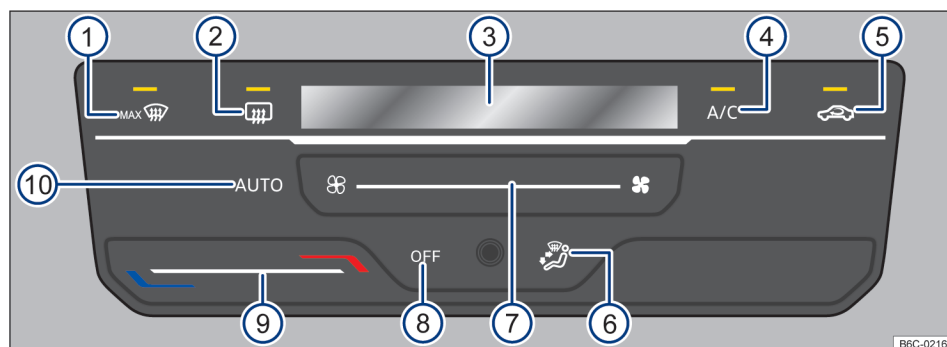

Fig. 82 Mandos del Climatronic.
- *Climatronic*: toque la superficie funcional OFF → fig. 82 (8).
Tocando la superficie funcional  → fig. 82 (10) se puede encender el modo automático del Climatronic.
El modo automático garantiza temperaturas constantes dentro del vehículo. La temperatura del aire, el volumen de aire y la distribución de aire se regulan automáticamente. El funcionamiento automático se apaga cuando la ventilación se cambia manualmente → fig. 82 (7) o cambiando la distribución del aire a través de la superficie funcional → fig. 82 (6).
- *Climatronic*: toque el botón de función  → fig. 82 (4) para encender y apagar la operación de enfriamiento.
- *Climatronic*: deslice el dedo debajo de la botón de función → fig. 82 (9).
En la pantalla del Climatronic → fig. 82 (3) se indica la temperatura ajustada.
- *Climatronic*: deslice el dedo debajo de la botón de función → fig. 82 (7).
- *Climatronic*: tocar el botón de función  → fig. 82 (5).
- *Climatronic*: tocar el botón de función → fig. 82 (6) a la posición deseada, la distribución seleccionada se indicará en la pantalla (3).
- *Climatronic*: tocar el botón de función  → fig. 82 (1).
- *Climatronic*: tocar el botón de función  → fig. 82 .